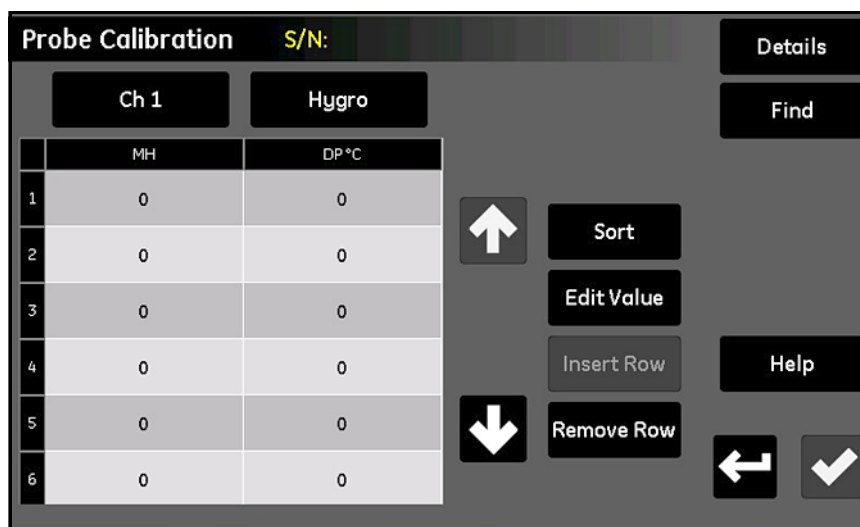

Figura 58: La schermata Taratura sonda
1. Dal *menu Configurazione*, toccare il pulsante **Taratura sonda** per aprire una schermata *Taratura sonda* simile a quella nella *Figura 58 a pagina 64*. **Si noti che il numero di serie della sonda corrispondente è indicato nella parte superiore della schermata.**